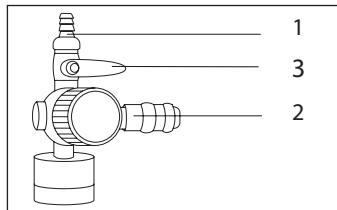

Рис. 4
- 6.7 Благодаря конструкции компрессора (для WO 50-300, WO 80-360, WO 100-400), Вы можете подключать одновременно два инструмента. На выходе из компрессора предусмотрены штуцера двух типов: «елочка» (Рис. 4, п. 1) и быстросъемный (Рис. 4, п. 2).
К инструменту, подключенному к быстросъемному штуцеру, воздух поступит автоматически. Для подачи давления к инструменту (для WO 50-300, WO 80-360, WO 100-400), подключенному к штуцеру типа «елочка», откройте шаровой кран (Рис. 4, п. 3). Рабочее давление на выходе может изменяться непосредственно в процессе работы регулятором (Рис. 1, п. 4). Также можно отрегулировать расход воздуха отдельно только у инструмента, подключенного к штуцеру посредством регулировки положения крана (Рис. 4, п. 3).
**ПРИМЕЧАНИЕ!** При работе одновременно двумя инструментами следует помнить, что давление в обоих инструментах будет одинаковым, а расход воздуха будет распределяться пропорционально соотношению проходных сечений инструментов или выходных штуцеров в случае регулирования расхода воздуха краном (Рис. 4, п. 3), т.е. при увеличении расхода воздуха через штуцер (Рис. 4, п. 1) будет уменьшаться расход воздуха через штуцер (Рис. 4, п. 2) и наоборот.
- к штуцеру типа «елочка» – закройте кран (Рис. 4, п. 3), ослабьте хомут (если установлен), смените шланги инструмента, снова затяните хомут и откройте кран, установив необходимый расход воздуха;